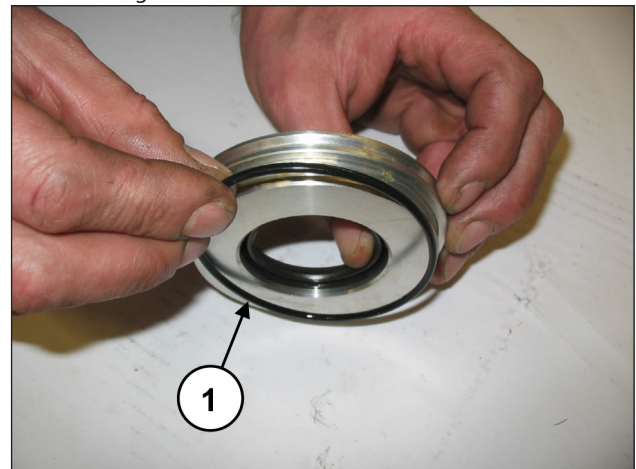

Abb. 94
Legen Sie den O-Ring (Pos. ①, Abb. 94) in die Aufnahme des Ölabstreifring-Deckels ein.